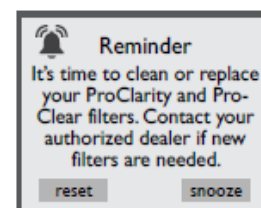

Figura 6.6h
4. Quando o temporizador expirar a contagem, uma mensagem será exibida no visor do painel de controle, Figura 6.6h. Os filtros deverão ser limpos ou substituídos. Siga as instruções acima para zerar o temporizador. Se você tocar em “snooze” (soneca), a mensagem será liberada, porém o ícone de erro ▲ será exibido e a tela de lembrete reaparecerá em 10 dias. Consulte a seção 7.1, página 44, para obter as instruções de limpeza.